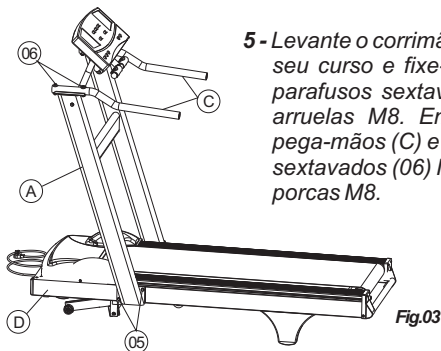

Fig.03
- 5 - Levante o corrimão (A)-*Fig.03* até o final de seu curso e fixe-o no chassi (D) com os parafusos sextavados (05) M8x20 mm e arruelas M8. Em seguida posicione os pega-mãos (C) e fixe-os com os parafusos sextavados (06) M8x50 mm, arruelas M8 e porcas M8.
- 6 - Fixe as proteções superiores e inferiores com os parafusos auto atarrachantes (07) que acompanham o conjunto. A proteção superior protege o topo dos pega-mãos e a inferior a base do corrimão. Pronto, sua esteira está montada.